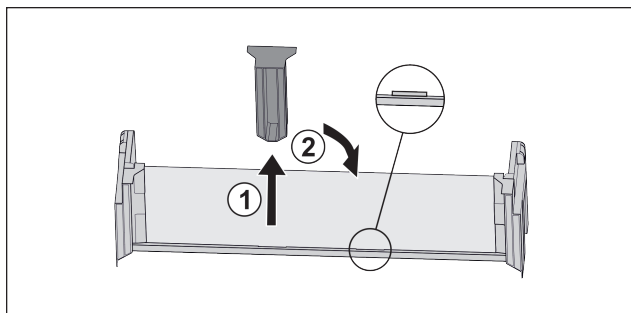

Fig. 39
- ▶ Middelste vasthoudeel lostrekken Fig. 39 (1).
- ▶ Middelste vasthoudeel in tweede positie inzetten Fig. 39 (2).